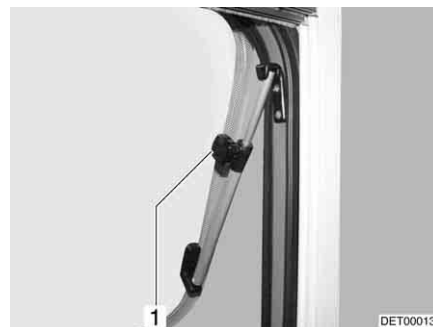

Bild 73 Taklucka med vridspärrar, öppen
- Takluckan öppnas till önskat läge och fixeras med ratten (Bild 73,1).
- Vrid den lettrade hylsan (Bild 73,1) tills låsningen släpper.